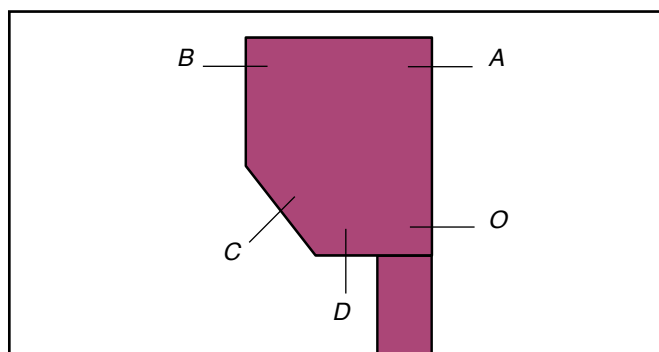

Fig. 6 : Choix sorties de manœuvre
- sorties de manœuvre : voir figure 6 et tableau 2